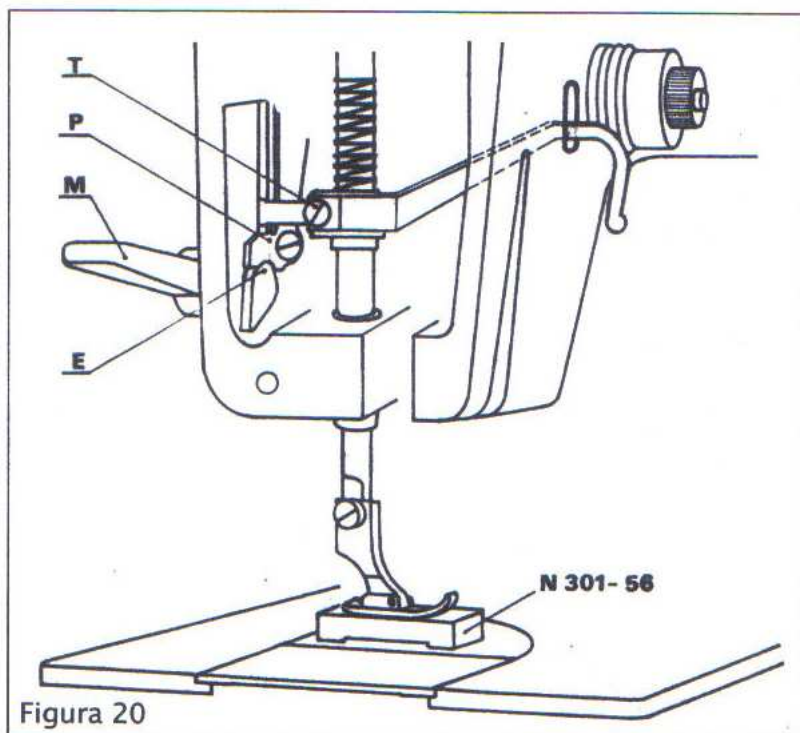

Figura 20
4. Afloje el tornillo T y actúe sobre la barra del prensatelas de modo que el pie del prensatelas quede apoyado sobre la plantilla N 301-56, situada encima de la placa de aguja, y la pieza de elevación E apoye sobre la palanca de elevación P. (Figura 20)